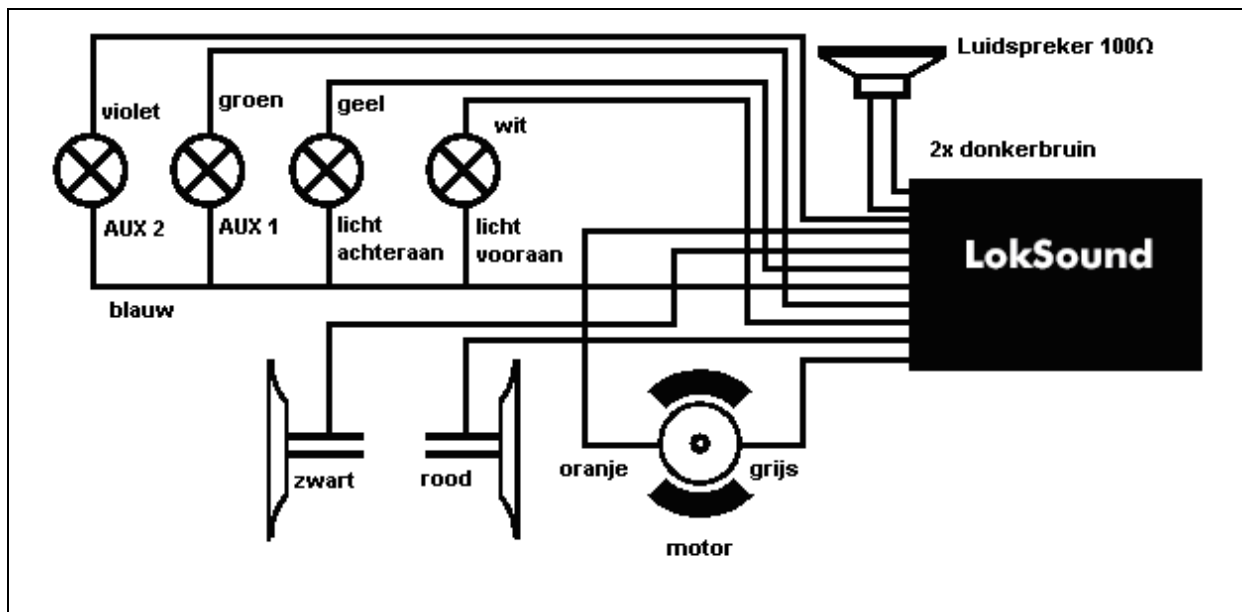
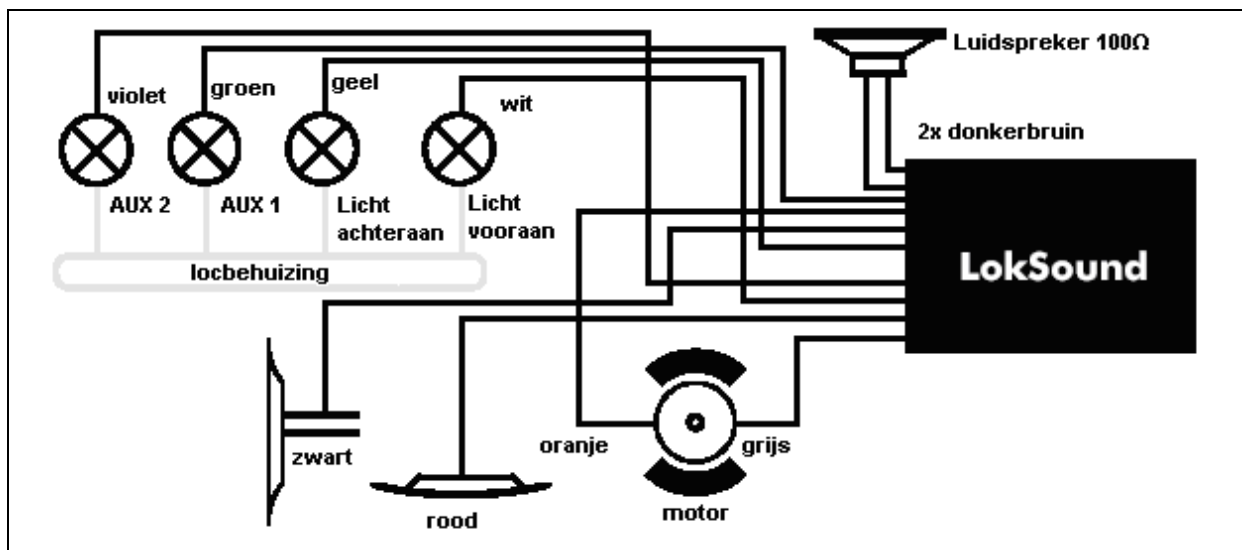
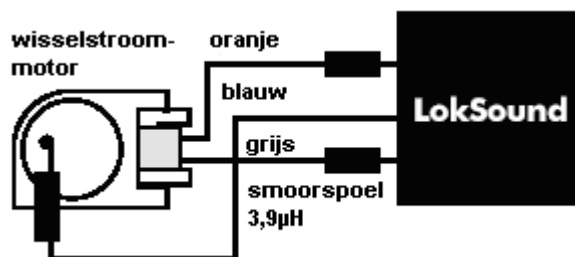

Fig. 2 Aansluiting in locs met geïsoleerde extra functie en gelijkstroom motor
Fig. 3 Aansluiting in locs met extra functies tegen de aarding van de behuizing en gelijkstroom motor
Fig. 5 Aansluiting van een Märklin® wisselstroom motor
- De lampen/functies zijn met een gemeenschappelijke aansluiting tegenover het chassis van de loc geïsoleerd (zodus zonder potentiaal) De benodigde aansluiting wordt in Fig. 2 getoond.
- De lampen/functies zijn gemeenschappelijk aan de massa van de loc geschakeld (vb. bijna alle Märklin®-locomotieven alsook oudere Fleischmann- of Roco locs). Dit geval vindt u in Fig. 3
Laat je a.u.b. niet in de war brengen dat in Fig. 2 als ook Fig. 3 zowel de aansluiting van een gelijkstroom- of klokanker motor wordt getoond. Hoe een wisselstroommotor aangesloten wordt ziet u op Fig. 5
- Wanneer de lampjes en functies niet met de behuizing verbonden zijn (zie Fig. 2) moet u alle andere aansluitingen van de lampjes en functies gemeenschappelijk aan de blauwe kabel aansluiten. Deze mogen geen contact met de behuizing hebben.
Fig. 5 toont hoe een wisselstroommotor (vb een veldspoelen motor van Märklin®) aan de LokSound Decoder aangesloten wordt
Gebruik bij locs, van dewelke licht en functieuitgangen volgens Fig. 2 geschakeld zijn alleen digitale rookgeneratoren, vb Seuthe Nr11. Andere rookgarnituren hebben te veel stroom nodig. Er zijn rookgeneratoren in de handel die meer dan 250mA stroom opnemen.
Locs die als in Fig. 3 geschakeld worden hebben nog altijd een analoge rookgarnituur nodig zoals Seuthe Nr10.